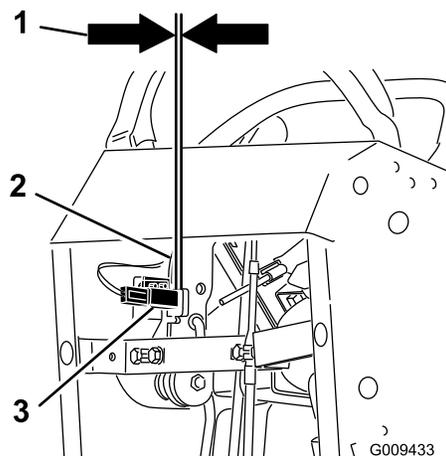

Figura 60
12. Compruebe la distancia entre la palanca de freno y el interruptor, según se muestra en Figura 60. El espacio debe ser de 1/8 pulgada (3 mm) con el freno puesto.